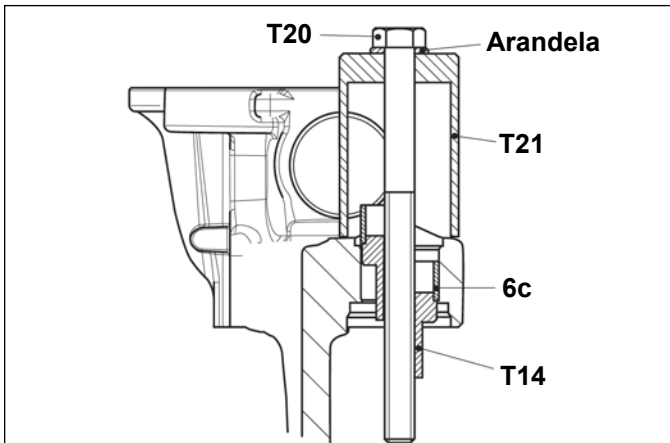

FIGURA 75 - VISTAS TRANSVERSALES: CÓMO QUITAR EL CASQUILLO DE LA CLAVIJA GUÍA CORTA
5.6.15 Utilice la combinación de herramientas que se muestra en la figura 75 (que contiene T14, T20, T21 y una arandela) para quitar el casquillo (1). Enrosque la tuerca (T14) en el ensamblaje, a mano. Luego apriete el perno (T20) usando una llave de cubo para extraer el casquillo. Deseche el casquillo retirado y verifique que el orificio esté limpio, restregando con un paño de taller.